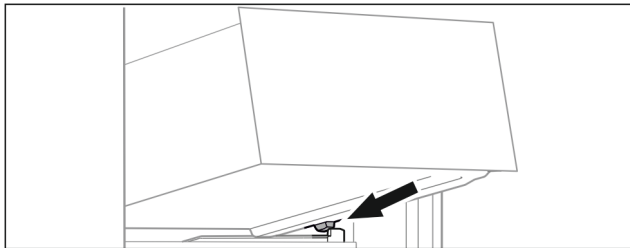

Fig. 22
- Schubfach schräg hinter den Stoppern auf die Behälterrippe aufsetzen Fig. 22 ().